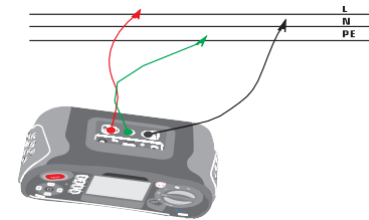

Figure 8 Connexion du cordon de test Hi Amp LOOP
- Connectez les cordons de test comme indiqué sur la figure 8